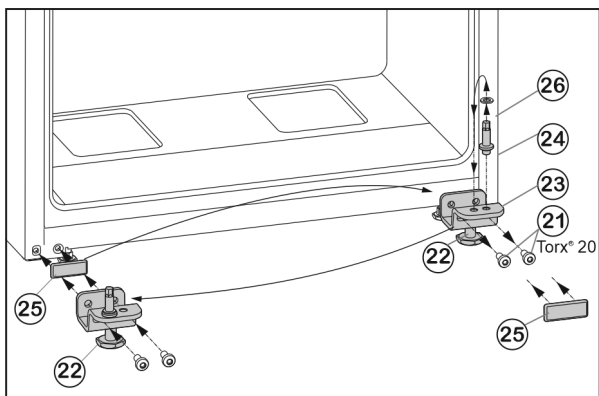

Fig. 9
- ▶ Keerake kinnituskruidid Fig. 9 (21) välja.
- ▶ Võtke alumine laagripukk Fig. 9 (23) tervikuna koos laagripoldi Fig. 9 (24), seibi Fig. 9 (26) ja seadejalaga Fig. 9 (22) maha.
- ▶ Keerake laagripolt Fig. 9 (24) tervikuna koos seibiga Fig. 9 (26) välja, paigutage vastasküljel laagripuki kinnitussavasse ümber ning kruvige taas kinni.
- ▶ Võtke katteplaat Fig. 9 (25) ettevaatlikult maha ja paigutage vastasküljele ümber.
- ▶ Kruvige alumine laagritugi Fig. 9 (23) tervikuna koos laagripoldi Fig. 9 (24), seibi Fig. 9 (26) ja seadejalaga Fig. 9 (22) akutrelli kasutades uuel šarniiriküljel uuesti tugevasti (4 Nm) külge.
- ▶ Asetage uks ülaltpoolt laagripoldile Fig. 9 (24).
- ▶ Keerake seadejalga Fig. 9 (22) alumisest laagritoest Fig. 9 (23) välja, kuni ta toetub vastu pörandat.